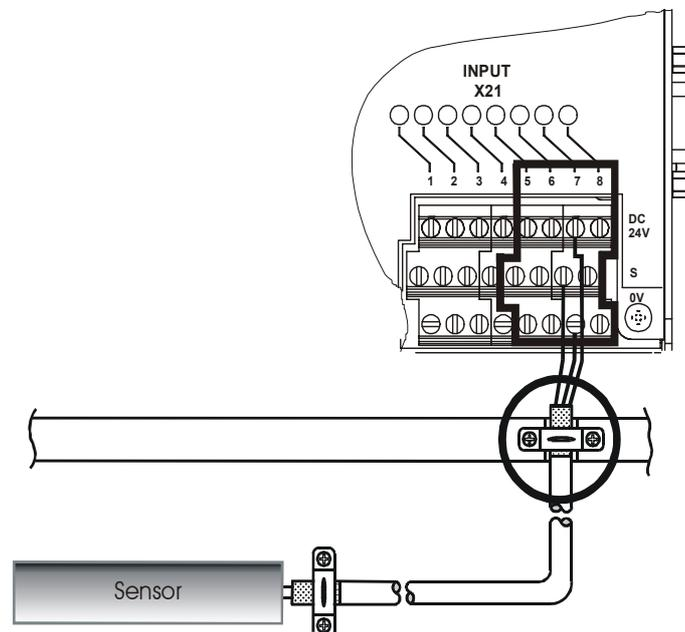

Abb. 2: EMV-konformer Schirmanschluss bei Schraubklemmen
- Beim Anschluss des Ein- und Zweikanalzühlers ist auf eine ausreichende Schirmung der Sensor-Leitungen und auf die großflächige Auflage des Schirms zu achten. Der Schirm muss möglichst nahe an der Eingangsklemme auf eine separate Erdungsschiene aufgelegt werden (siehe Abb. 2).